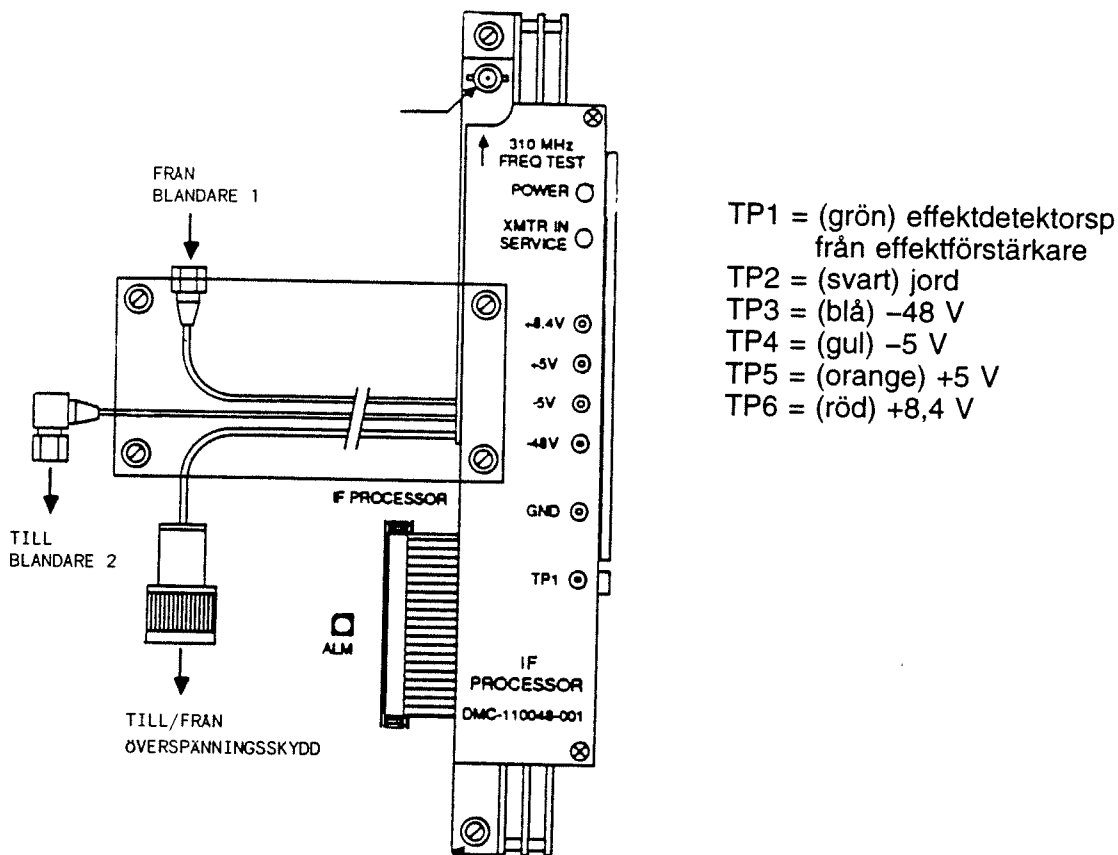

Bild 5. MF-enhet
- 5.2.13.9 **MF-enhet** (F3756-000002, DMC-131-110048-001), se bild 5. Koppla upp och kontrollera utrustningen enligt avsnitten 5.2.7 och 5.2.8.